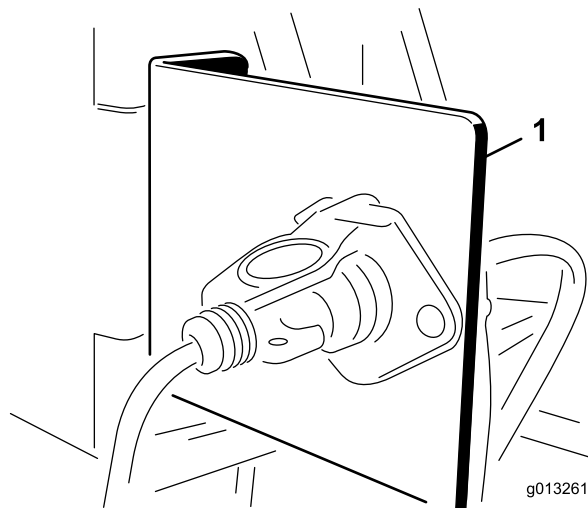

图8
1. 使用提供的其中 1 个安装支架将插座支架安装到牵引车后面的固定点上图8。